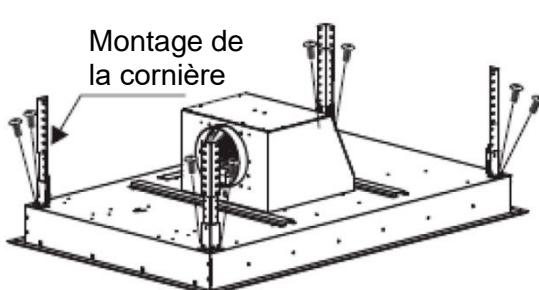
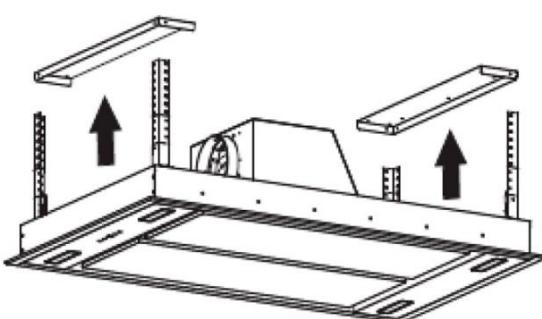

Fig. 10
Fig. 11
- 7. Comme le montre la fig. 10, raccordez les 4 étriers de réglage de la cornière sur le carter avec les 8 vis M4*12 mm, reportez-vous ensuite aux fig. 11/12, soulevez le carter, utilisez 8 vis M4*12 mm et les écrous M4 avec rondelle pour fixer le carter sur les 2 plaques de suspension, pendant ce temps, tirez la gaine extensible à l'extérieur. (Remarque : la gaine extensible doit être fermement fixée sur le carter.)